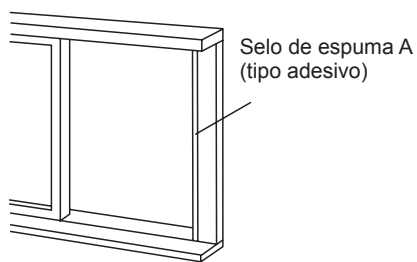

Fig. 12
1. Corte o selo de espuma (tipo adesivo) no comprimento apropriado e una-o à estrutura da janela. Ver Fig. 12.